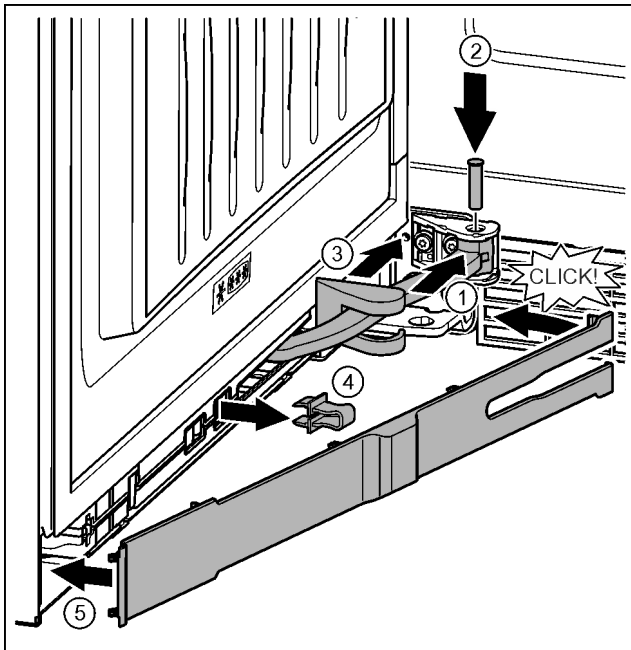

Fig. 46
- ▶ Otočte kloub v závěsu. Fig. 46 (1)
- ▶ Šroubovákem T15 vložte čep do závěsu a kloubu. Přitom dávejte pozor, aby byla zajišťovací vačka správně usazena v drážce. Fig. 46 (2)
- ▶ Posuňte kryt stojanu ložiska podél kloubu a namontujte nad závěsem. Fig. 46 (3)
- ▶ Pojistku vytáhněte. Fig. 46 (4)
- ▶ Záslepka na straně madla nasadte a sklopte. Fig. 46 (5)